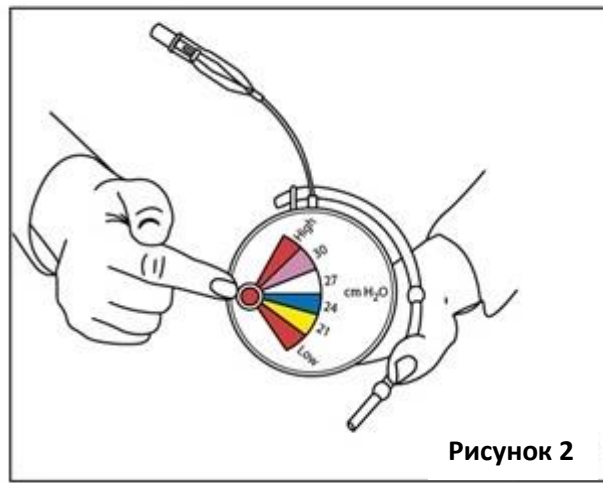

Рисунок 2
- 1.3. Замигает красный индикатор. Это означает, что давление ниже 20 см вод. ст. («Низкое»). [Рисунок 2].